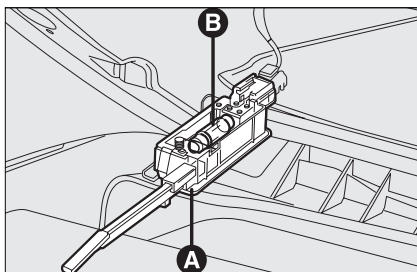

Рис. 44
- ☐ откройте перчаточный ящик, и извлеките держатель лампы **A**, **рис. 44**;